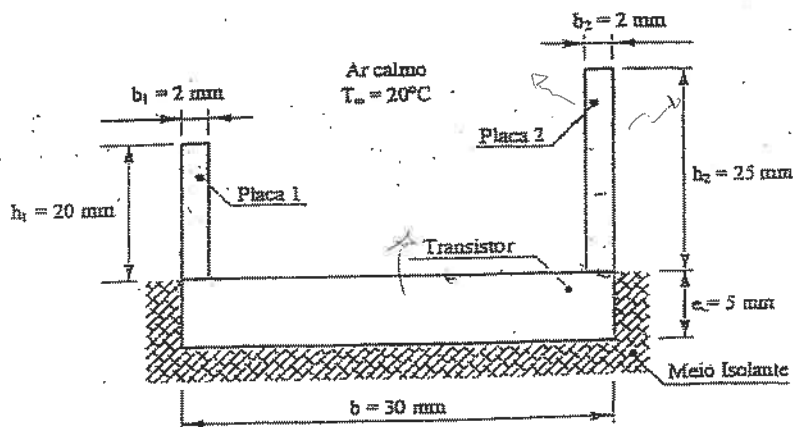

Figura 2
- d) Tendo por objectivo a redução da temperatura do transistor, instalaram-se duas placas ($\lambda_p = 50 \text{ W/m K}$) de altura e espessura indicadas na figura 2, e com a largura do transistor.